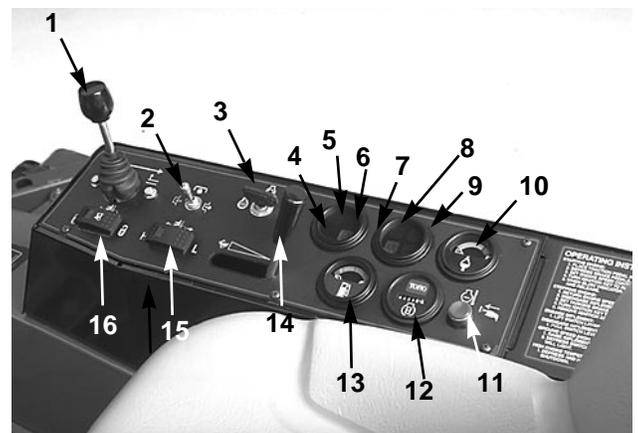

Bild 9
**Hubhebel** (Bild 9)—Mit dem Hebel wird Mähwerk angehoben und abgesenkt.
**Zapfwellenschalter** (Bild 9)—Der Zapfwellenschalter hat drei Stellungen: EIN (zugeschaltet), Neutral und AUS (ausgeschaltet). Den ZWA-Schalter langsam anheben und vorwärts auf EIN schieben, um das Zusatzgerät oder die Spindel einzuschalten. Den Schalter langsam zurück auf AUS ziehen, um das Gerät abzustellen. Der ZWA-Schalter darf nur auf EIN stehen, wenn sich das Zusatzgerät oder die Spindel unten in der Betriebsstellung befindet.
**Zündschloß** (Bild 9)—Drei Stellungen: AUS, EIN/Vorwärmen und START.
**Ladezustand** (Bild 9)—Leuchtet auf, wenn sich eine Störung